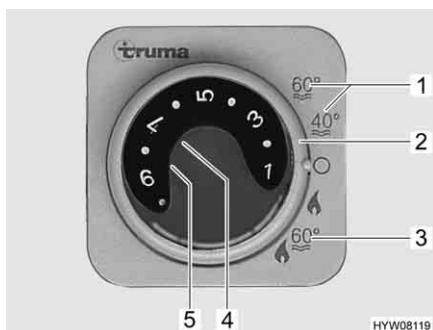
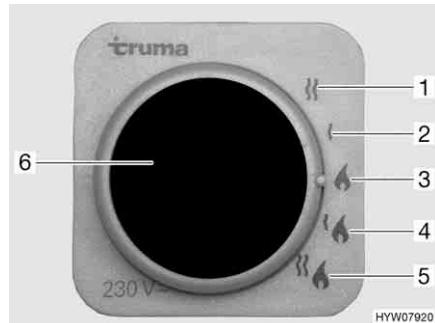

Fig. 138 Centralina di controllo per riscaldamento/boiler
Fig. 141 Selettore di energia per riscaldamento/boiler
Il boiler è integrato nel riscaldamento e funziona a gas (funzionamento a gas) o a gas o a corrente (funzionamento a gas e funzionamento elettrico a 230 V). Il boiler si accende dalla centralina di controllo (Fig. 138) con l'interruttore girevole (Fig. 138,2). Sul selettore di energia (Fig. 141) viene preselezionato il tipo di energia (funzionamento a gas e elettrico a 230 V).
Durante il funzionamento invernale "Riscaldamento e boiler" (Fig. 138,3), accendendo il riscaldamento è riscaldata automaticamente anche l'acqua nel boiler. Quando il riscaldamento si spegne al raggiungimento della temperatura ambiente desiderata, il boiler continua a riscaldare l'acqua, fino a quando questa raggiunge la temperatura impostata.
Durante il funzionamento estivo (Fig. 138,1) l'acqua è riscaldata soltanto nel boiler fino a 40 °C o 60 °C. L'acqua si riscalda a 60 °C in ca. 25 minuti. La spia gialla di controllo (Fig. 138,5) si accende durante la fase di riscaldamento del boiler.
L'alimentazione di tensione per l'apparecchio non può essere interrotta interrompendo l'alimentazione a 12 V sul pannello di controllo. A seconda del modello, in caso di guasto si accende la spia rossa di controllo (Fig. 138,4) sulla centralina di controllo (vedi capitolo 14).
- Sulla centralina di controllo (Fig. 138) posizionare l'interruttore girevole (Fig. 138,2) su "Funzionamento estivo" (Fig. 138,1).
La spia gialla di controllo (Fig. 138,5) si accende durante la fase di riscaldamento. Al raggiungimento della temperatura dell'acqua desiderata, la fase di riscaldamento termina e la spia gialla di controllo si spegne.
- Sulla centralina di controllo (Fig. 138) posizionare l'interruttore girevole (Fig. 138,2) su "O".
- Funzionamento a gas (Fig. 141,3)
- Funzionamento elettrico a 230 V con gradi di potenza da 900 W (Fig. 141,2) oppure 1800 W (Fig. 141,1)
- Funzionamento a gas e funzionamento elettrico a 230 V (funzionamento misto) con gradi di potenza da 900 W (Fig. 141,4) oppure 1800 W (Fig. 141,5)
La combinazione funzionamento a gas e funzionamento elettrico a 230 V diminuisce il tempo di riscaldamento (è possibile solo se il boiler viene impostato sulla centralina di controllo (Fig. 138) su funzionamento invernale).
Se viene selezionato il funzionamento elettrico a 230 V, la spia gialla di controllo si accende (Fig. 141,6).